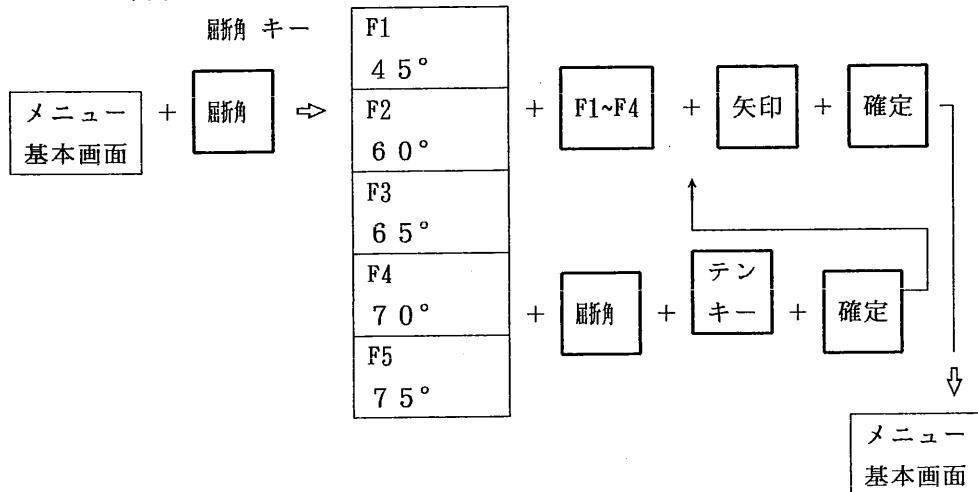

図 6.2.30 屈折角設定方法
- ① 機能キー【屈折角】を1回押して、メニューエリアに図 6.2.30 のように屈折角選択メニューを表示させます。